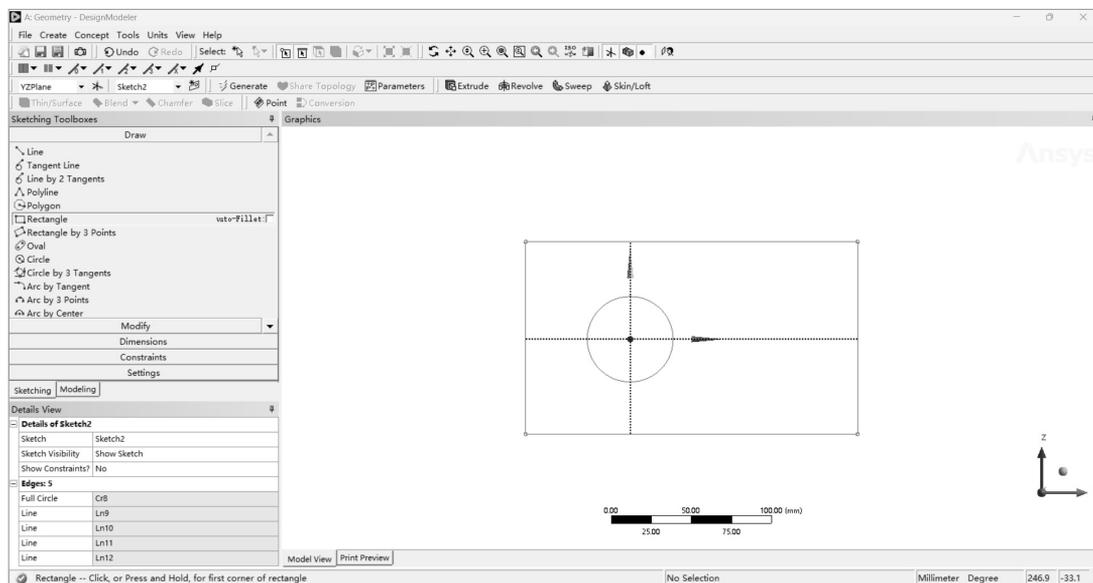

图 2-33 绘制草图 1
(6) 在细节展示区内选择 Sketching 选项卡，进入 Sketching Toolboxes 窗口，单击 Draw（画图）中的 Circle（圆形）选项，在图形工作区单击并拖动鼠标，生成一个圆形，然后单击 Draw（画图）中的 Rectangle（矩形）选项，在图形工作区两处不同的地方分别单击，生成一个矩形，如图 2-33 所示。